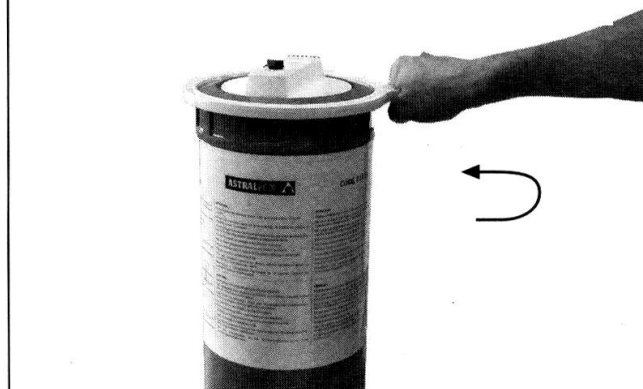

Рис. 6
2. Закройте **нижнее** сливное отверстие пробкой (рис. 6).
3. Верхнее сливное отверстие (Ps на рис. 6) должно быть закрыто.